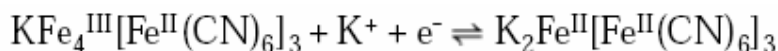

Rys. 1 Naczynie elektrochemiczne trójelektrodowe, EW- elektroda badana (ITO), EP elektroda pomocnicza, siatka Pt, EO – elektroda odniesienia Ag/AgCl.
Przygotować naczynie 3-elektrodowe, rys. 1. Umieścić elektrodę pokrytą warstwą BP w elektrolicie. Użyć elektrody chlorosrebrowej jako elektrody odniesienia (EO). Siatkę platynową o dużo większej powierzchni od elektrody badanej zastosować jako przeciw-elektrodę, EP.